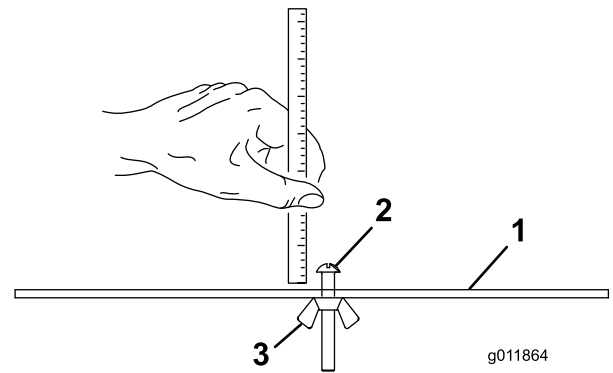

Bild 15
2. Lösen Sie die Mutter an der Messlehre (**Bild 15**) und stellen die Stellschraube auf die gewünschte Schnitthöhe ein.